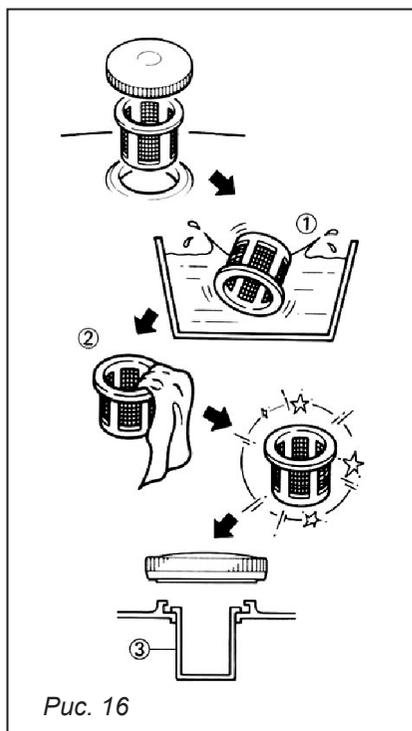

Рис. 16
8.5. Очистка фильтра бензобака (если имеется в комплектации), рис. 16
- Открутите крышку бензобака и снимите сетчатый пластмассовый фильтр (1) бензобака, расположенный под крышкой бензобака.
- Промойте фильтр(1) растворителем и установите на место (3).